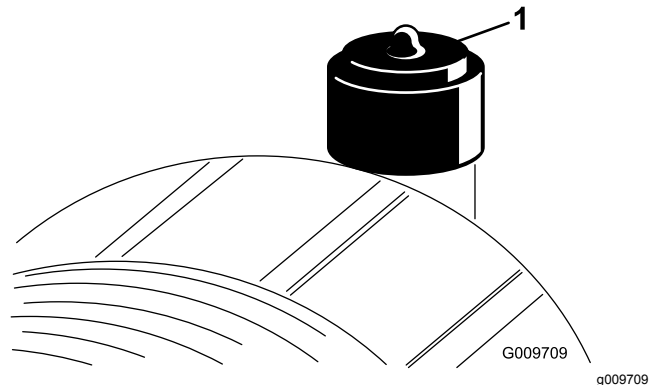

Figura 73
Revise el filtro del limpiador de aire únicamente cuando el indicador de mantenimiento lo requiera (Figura 73). El cambiar el filtro antes de que sea necesario sólo aumenta la posibilidad de que entre suciedad en el motor al retirar el filtro.
2. Reinicie el indicador (Figura 73) si se ve rojo.